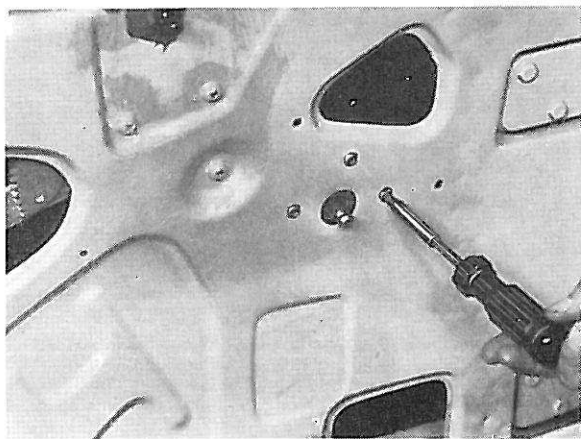

Figure 13. Démontage de la commande à distance
2. Enlever les trois vis (figure 13) et sortir le mécanisme intérieur de la poignée (la commande à distance).